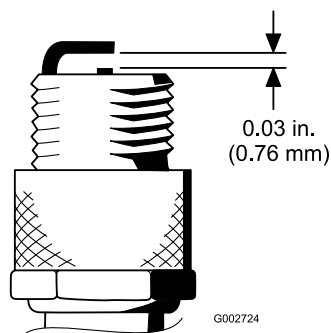

图 29
4. 将中心电极与侧电极之间的气隙设置为 0.76mm请参阅图 29。安装已设定正确气隙、带密封垫片的火花塞并将火花塞拧紧至 23N·m。如果没有使用扭矩扳手请牢固拧紧火花塞。